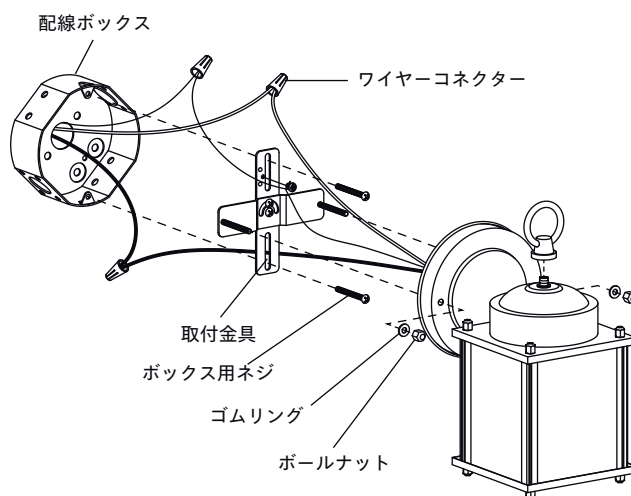

図 2
- 本体を図のように（図2参照）取付金具のネジ穴に合わせて取り付け、ボールナットおよびゴムリングでしっかりと固定します。